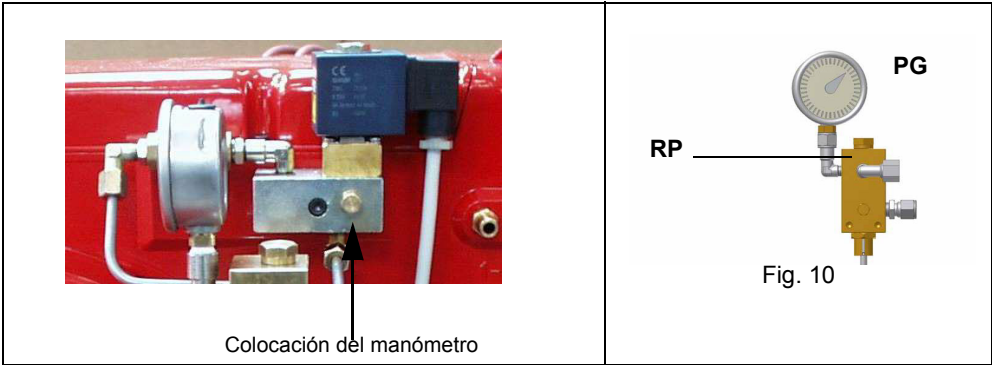

Fig. 10
- La presión de alimentación de la boquilla ya es previamente calibrada en fábrica y no debe ser modificada. Sólo si fuera necesario, regular la presión de alimentación (véase apartado correspondiente) de la siguiente manera: colocar un manómetro en la posición indicada en Fig. 10 intervenir en el tornillo de regulación **VR** de la bomba hasta obtener una presión en la boquilla igual a 20 bar (boquillas Monarch o boquillas Bergonzo)